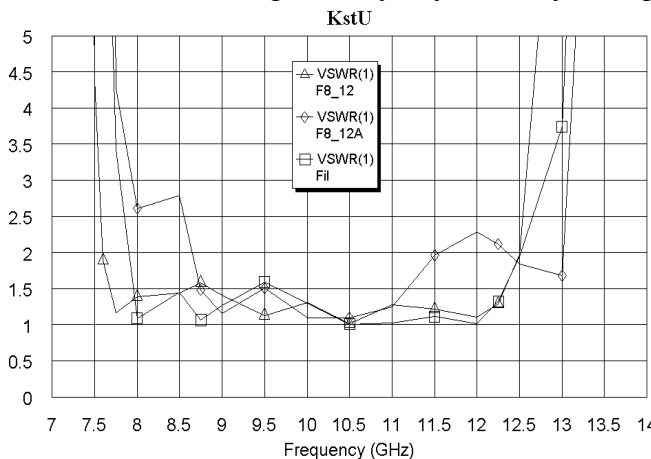
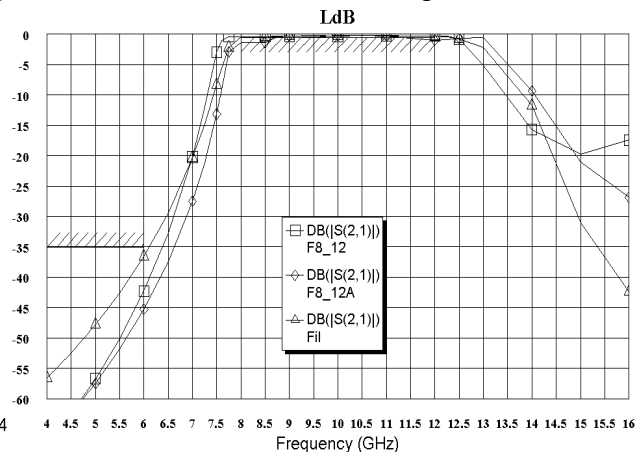

Рис. 3.20
Рис. 3.21
- Сделайте активным окно графика **KstU** и щёлкните по значку **Analyze** на панели инструментов. Полученный график показан на рис. 3.20. Сделайте активным окно графика **LdB**, этот график показан на рис. 3.21.